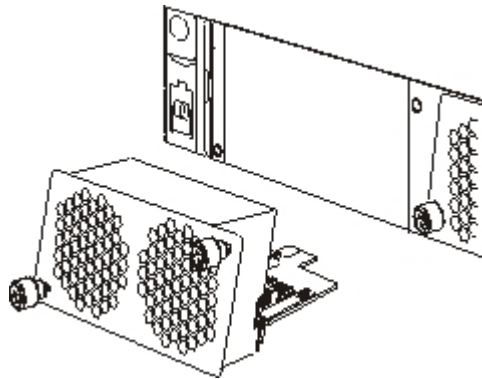
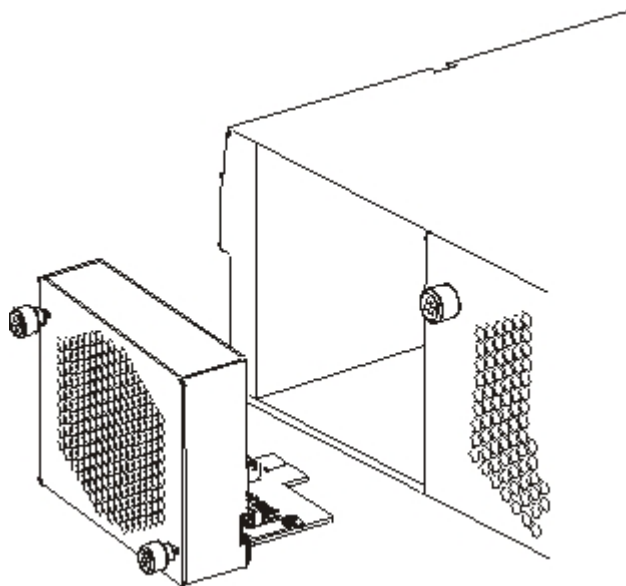

Abbildung 21. Lüftermodul aus einer Appliance Typ 7198 entfernen
Abbildung 22. Lüftermodul aus einer Appliance Typ 7199 entfernen
4. Entfernen Sie das Lüftermodul, wie in Abschnitt Abb. 21 oder Abschnitt Abb. 22 dargestellt.